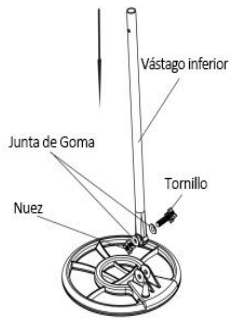

Figura 2
1. Aflojar la perilla de bloqueo del vástago inferior y retire el perno. Presionar el enlace inferior de la sonda y bloquearlo(ver figura 2). Atención, Las arandelas de goma deben ser colocadas correctamente.